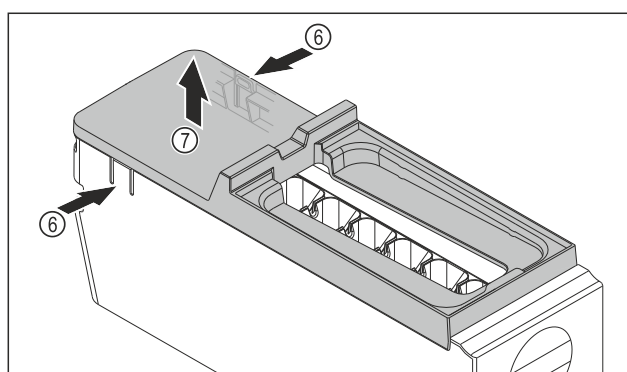

Fig. 142
- ▶ Wymywanie osłony korpusu EasyTwist-Ice: Docisnąć jedną ręką nakładki Fig. 142 (6) po obu stronach korpusu EasyTwist-Ice.
- ▶ Drugą ręką wyjąć osłonę Fig. 142 (7) ku górze.